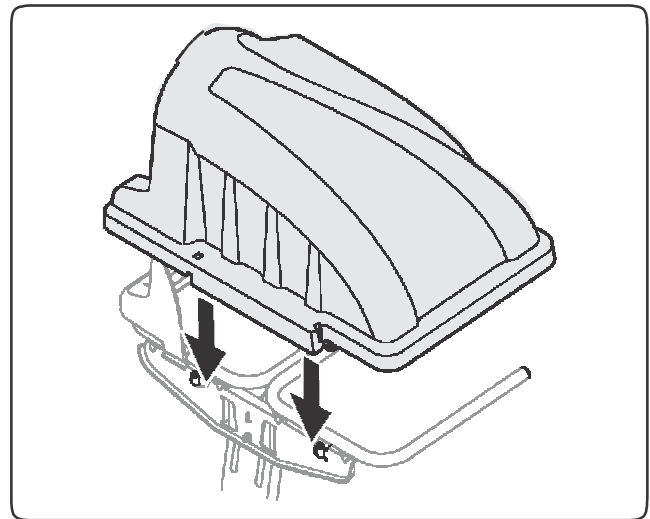

Figure 4-14
5. Montera påskåpan på påsupphängningen, se Fig. 4-14. Plastskyddet passar i de små plast hålen.